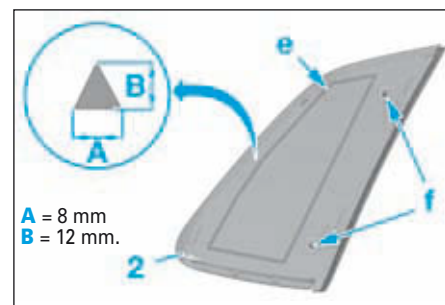

FIG.12
- Tailler la buse en section triangulaire pour obtenir un cordon d'adhésif joint de largeur (A) = 8 mm et de hauteur (B) = 12 mm (Fig.12).